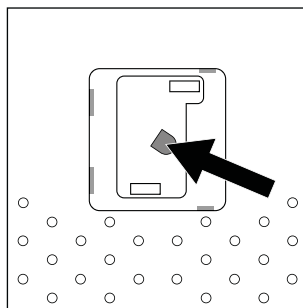

Abb. 2
3. Die Linse des Partikelsensors befindet sich in der mittleren Öffnung links (s. Abb. 2). Reinigen Sie diese mit einem trockenen Wattestäbchen oder einem weichen, trockenen Tuch.